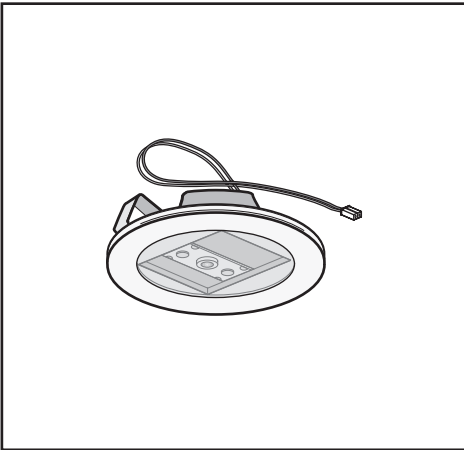

Fig.19
• Sostituzione delle lampade LED (Fig.19):